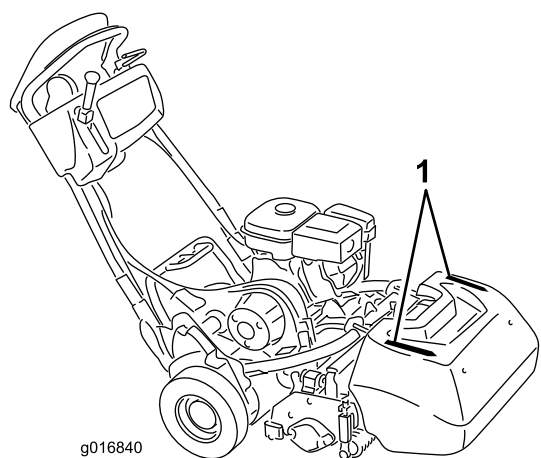

Figura 31
- Para lhe permitir cortar em linha reta ao longo do relvado, e manter máquina à mesma distância da extremidade do corte anterior, use as tiras de alinhamento existentes no cesto (Figura 31).